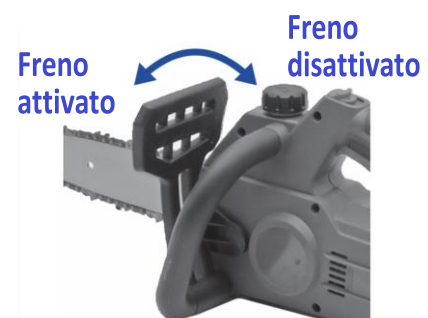

Fig. 3
- Il freno di emergenza (12) è integrato con la protezione anteriore.
pressione alla protezione anteriore (12), in genere quando la mano dell'operatore colpisce la protezione durante un'emergenza, come un contraccolpo. Fare riferimento alla Fig. 3 per l'illustrazione.
- Per avviare la motosega, disattivare il freno di emergenza (12), afferrare saldamente la motosega con entrambe le mani, premere il pulsante di rilascio (11) e tirare il grilletto di alimentazione (13).
- Per fermare la motosega, rilasciare semplicemente il grilletto di alimentazione (13).